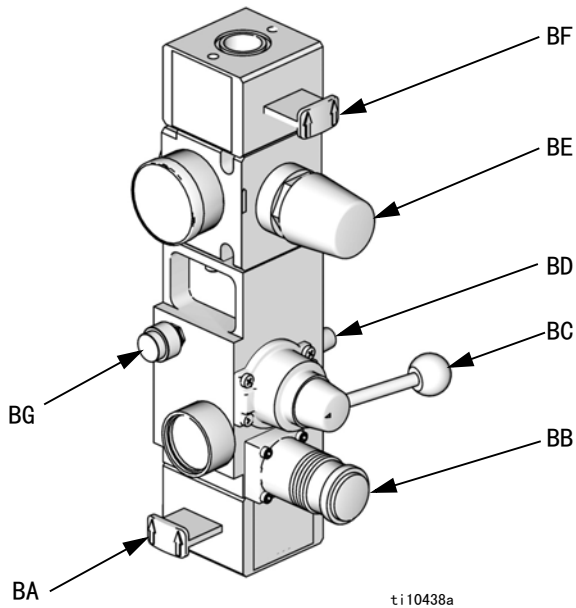

图3 集成气流控制组件
| G 集成气流控制器 (参见图 3)                      | U 气路泄压阀 (没有提供)    |
- G 集成气流控制器 (参见图 3)
2. 对于 D200s、D200、S20 和 D60 气流控制器：请参见图 3 ( 第 12 页 )。